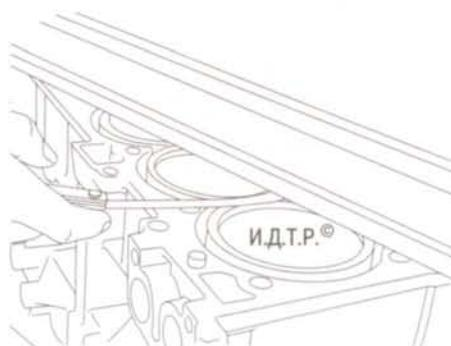

Рис. 5.28. Проверка плоскостности привалочной поверхности блока цилиндров двигателя
8. Проверьте отклонение от плоскости привалочной поверхности блока цилиндров двигателя (рис. 5.28). Приложите штангенциркуль (или линейку) к поверхности: